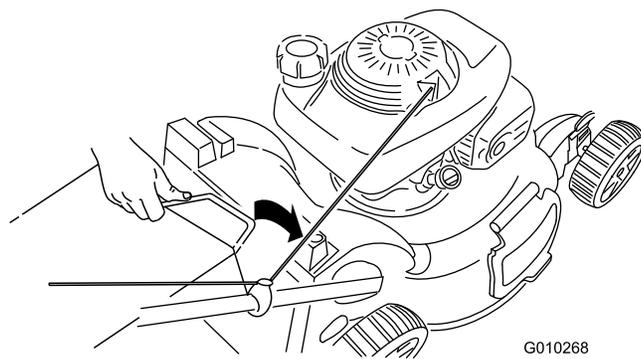

Bild 31
3. Setzen Sie den Fangkorbgriff in die Kerben oben am Rasenmäher ein (Bild 31).